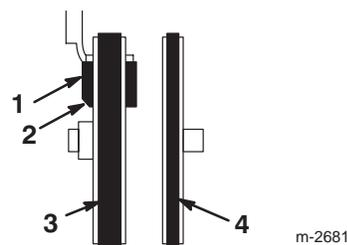

Bild 27
17. Achten Sie darauf, dass der Bremsklotz richtig am Bremsarm installiert ist. Positionieren Sie den abgewinkelten Schnitt an der Bremsbacke wie in Bild 27 dargestellt.